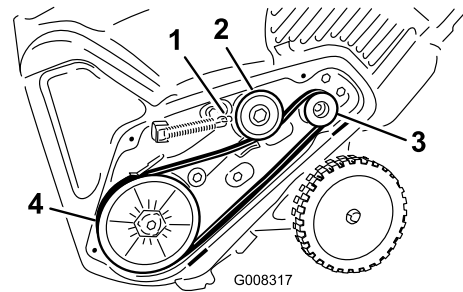

Bild 29
5. Setzen Sie den neuen Treibriemen ein, siehe Bild 29.
8. Haken Sie die Feder wieder in den Spannarm ein (Bild 29).